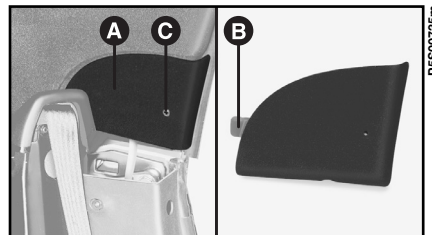

fig. 62
2) Smontare i pannelli interni laterali **A**-fig. 62 dal rivestimento dell'hard top svitando le viti di fissaggio.
7) Montare i pannelli laterali **A**-fig. 62 inserendo la linguetta **B** nella propria sede sul rivestimento dell'hard top e fissarli con la vite **C**.